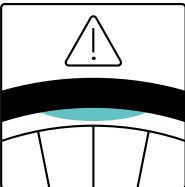

Abb. 7
**Achtung:** Achten Sie darauf, dass der Schlauch nicht eingeklemmt wird **(Abb. 7)**.